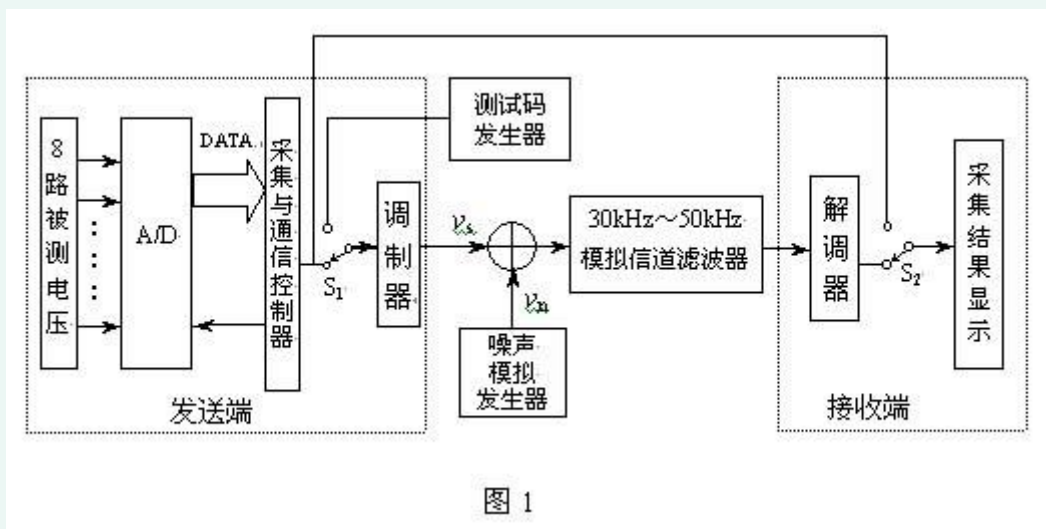

图 1
跑道宽度 0.5m，表面贴有白纸，两侧有挡板，挡板与地面垂直，其高度不低于 20cm。在跑道的 B、C、D、E、F、G 各点处画有 2cm 宽的黑线，各段的长度如图 1 所示。
(1) 功率放大器
(2) 设计并制作一个放大倍数为 1 的信号变换电路，将功率放大器双端输出的信号转换为单端输出，经 RC 滤波供外接测试仪表用，如图 1 所示。图 1 中，高效率功率放大器组成框图可参见本题第四项“说明”。
(3) 设计并制作一个测量放大器输出功率的装置，要求具有 3 位数字显示，精度优于 5%。
设计制作一个用于 8 路模拟信号采集与单向传输系统。系统方框图参见图 1。